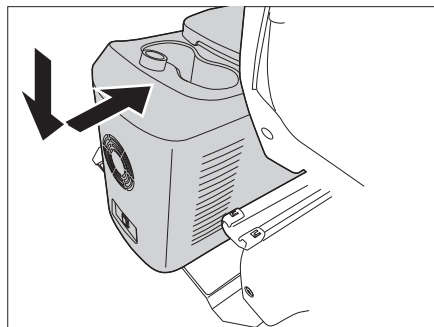
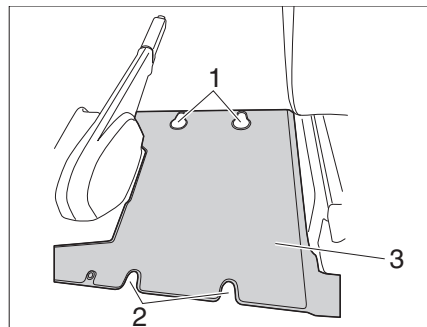

Figure 90 Mise en place de la glacière
Figure 91 Plaque de support
- Placer les pieds de la glacière dans les perçages (Figure 91, 1 et 2) de la plaque de support (Figure 91, 3) et faire coulisser la glacière vers l'avant jusqu'à ce qu'elle se verrouille (Figure 90).